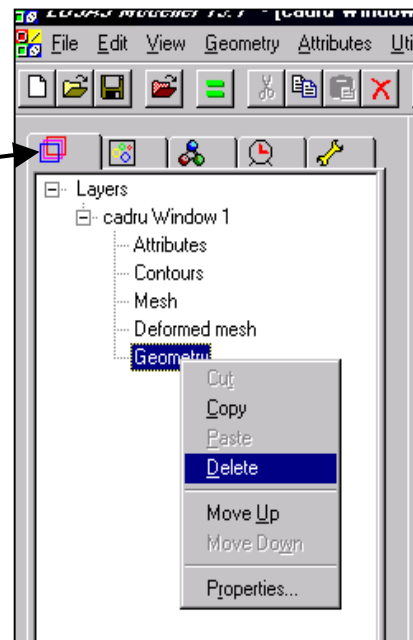

Fig. 47
- click în meniul **Layers**, fereastra din stânga cu butonul din dreapta al mouse-ului, pe opțiunea **Geometry**, comanda **Delete** (fig. 47)